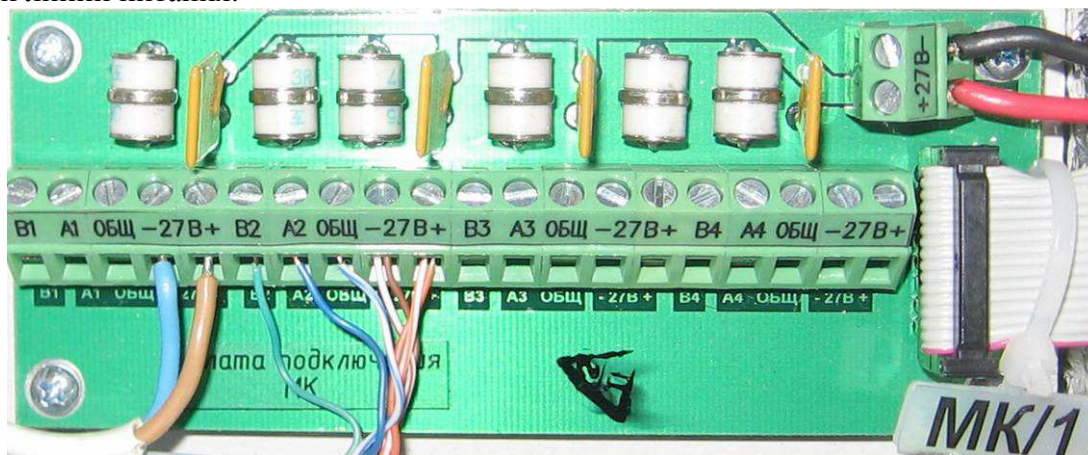

Рисунок 10.14. Плата подключения МК
**10.6.1 Подсоединение к плате подключения МК.** Линии связи (RS-485) и питания с П-501 подсоединяются в СЛЗ к плате подключения МК (рис.10.14) к любой паре «А» и «В». На рисунке показано параллельное соединение проводов цепи питания для увеличения дальности линии питания.